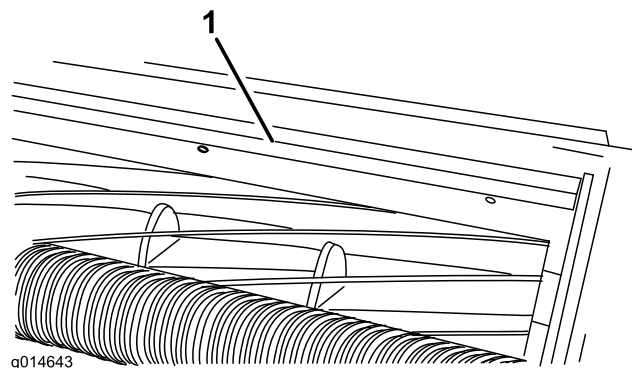

図 17
- バー図 17をカッティングユニットに固定しているネジをゆるめる。